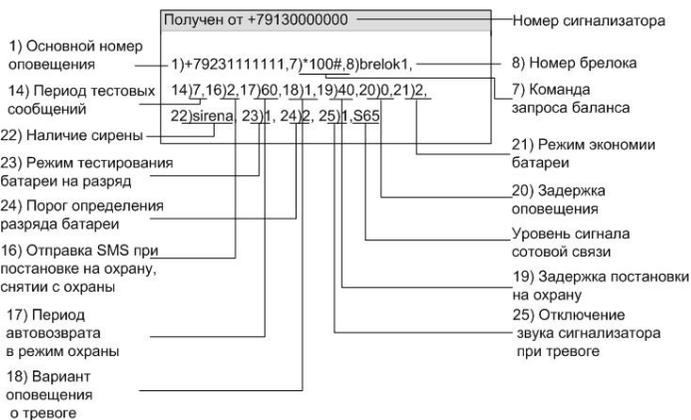

Рис.7 SMS с настройками
5. На основной номер придет SMS сообщение с настройками (см. рис. 7) через 40 секунд после последнего действия.